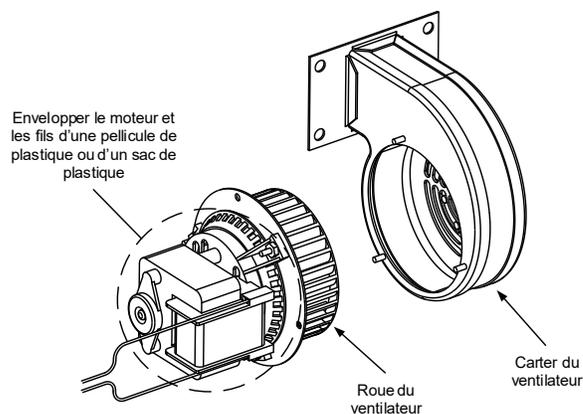

Figure 10
3. Envelopper le moteur d'une pellicule de plastique afin d'empêcher la pénétration d'eau (voir Figure 10). Vaporiser du dégraissant ou du détergent sur la roue et le carter du ventilateur. Laisser agir pendant cinq minutes. Rincer la roue et le carter à l'eau chaude du robinet, puis essuyer avec un chiffon propre.